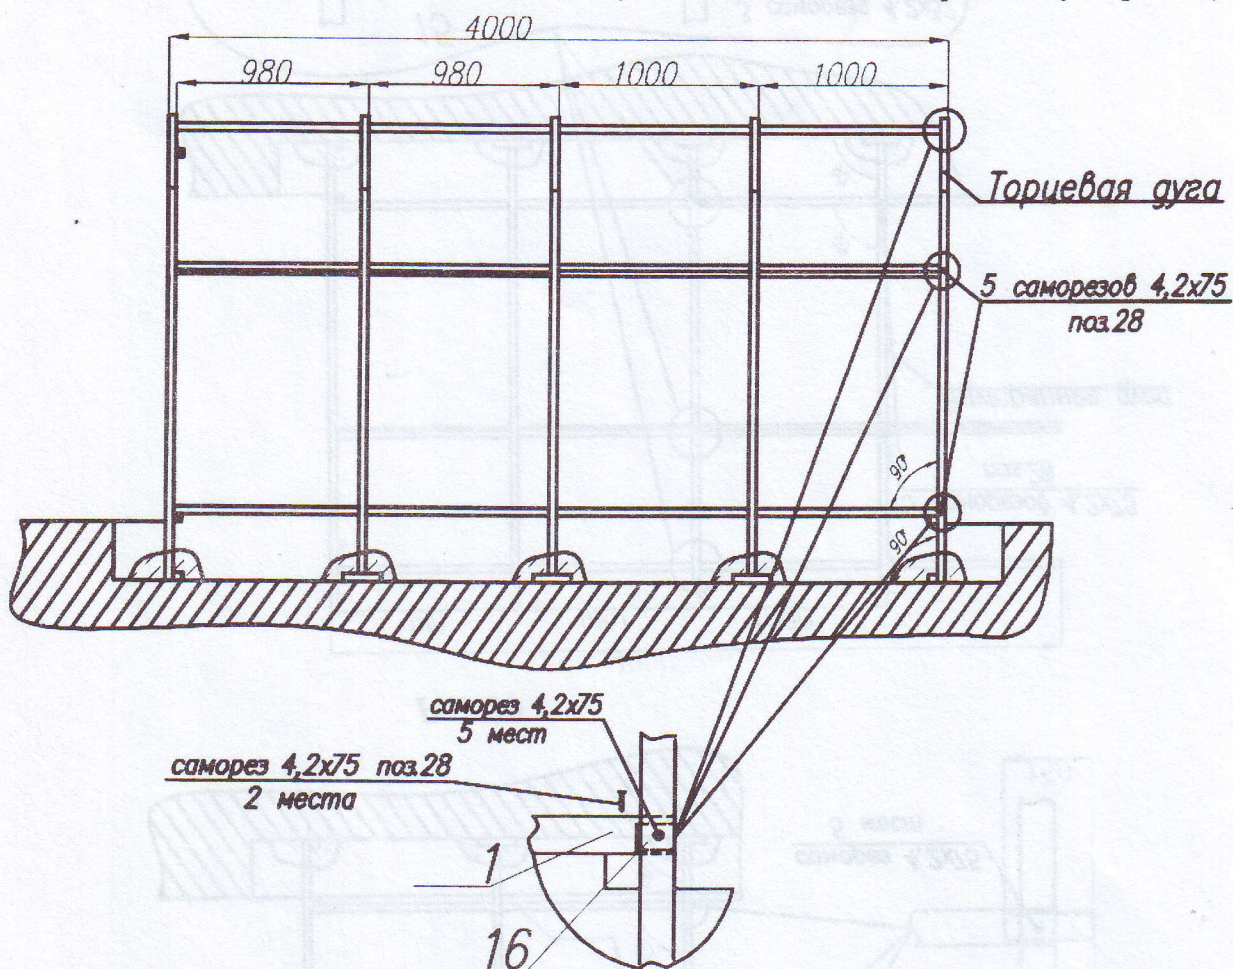

Рис.22
3.26. Установите вторую торцевую дугу. Вставьте в окончания соединителей 1 усиленные элементы 16 и прикрепите соединители к дуге и нижней стяжке торцевой дуги (рис.22).